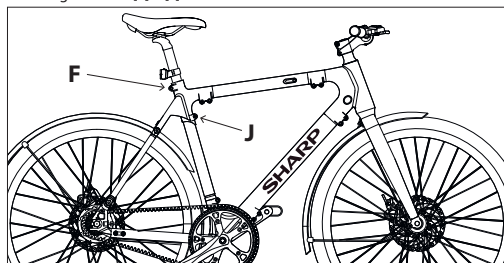

Figura 3-1
- Allenta i bulloni [F] e [J] in senso antiorario con una chiave Allen da 5 mm, inserisci il reggisella nel telaio, come mostrato in [Figura 3-1].